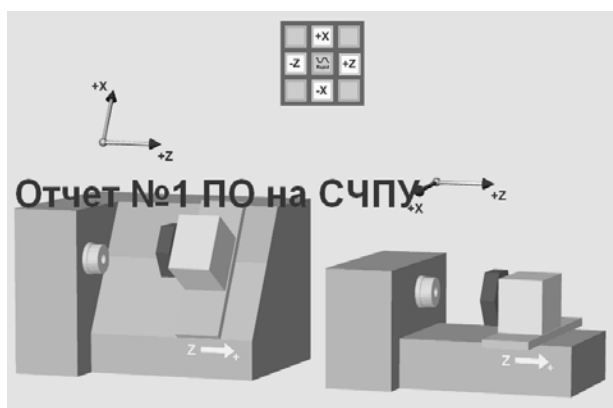

Рисунок 7 – Система координатно-карного станка с ЧПУ
- 7 Система координат токарного станка (рисунок 7).